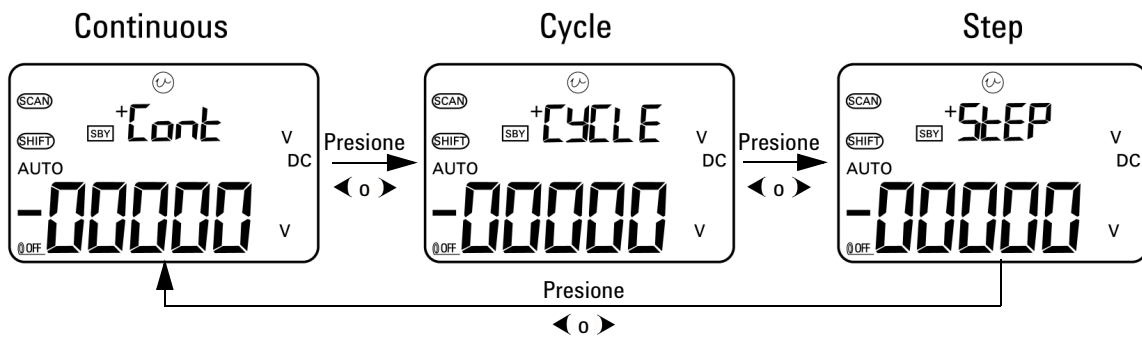

Figura 2-1 Selección del modo de salida de exploración automática
- 4 Luego de seleccionar la función **SCAN** requerida, presione **◀** o **▶** para seleccionar uno de los tres modos: Continuo, Ciclo, o Paso. La pantalla secundaria indicará **Cont**, **CyCLE**, o **StEP** respectivamente (Figura 2-1 en la página 34).